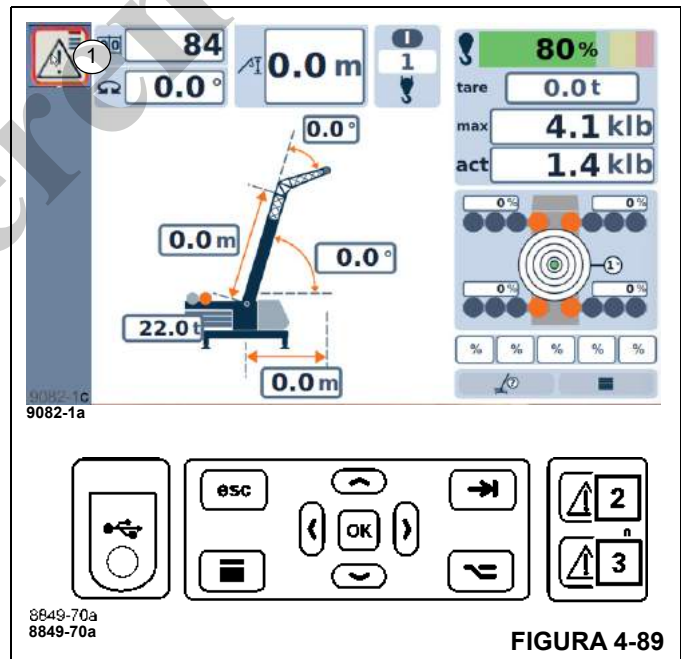

FIGURA 4-89
- El símbolo (1), (Figura 4-89), se muestra en la zona de visualización.
- Las luces (2), (Figura 4-89), y (3), (Figura 4-89), se encienden.